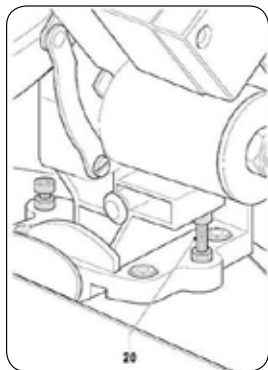

FIGURA 8.3
- Utilizar um esquadro para checar o ângulo entre a lâmina da serra e a mesa inferior (12). Se o ângulo não mede 90° segue ajuste abaixo:
- Afrouxar o manipulô trava-ângulo (6) e mova a mesa superior de modo que a lâmina da serra esteja no ângulo de 90°.
- Afrouxar a contra porca do parafuso de ajuste e aperte o parafuso de ajuste no sentido horário ou anti-horário até alcançar 90°. Aperte a contra porca Figura 8.3.